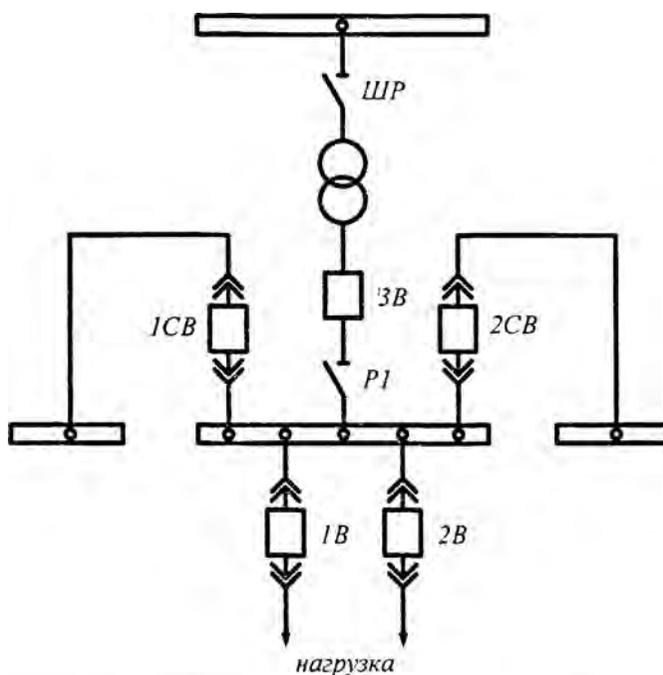

Рисунок 2. Схема отключения трансформатора
– схема отключения трансформатора (рисунок 2);